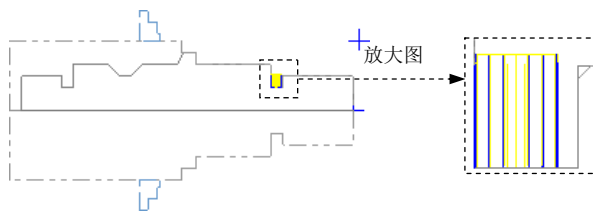

图 19.10 刀具路径
(1) 在“车床-径向粗车 属性”对话框中选择“T4848 R0.3 W4.0 OD GROOVE RIGHT - MEDIUM”刀具，双击该刀具，系统弹出“定义刀具-Machine Group-1”对话框，单击 **刀片** 选项卡，在 **刀片图形** 区域的 **E:** 文本框中输入值 20.0；单击 **刀把** 选项卡，在 **刀把图形** 区域的 **C:** 文本框中输入值 20.9；单击该对话框中的 按钮。
(2) 单击 **Coolant...** 按钮，系统弹出“Coolant...”对话框，在 **Flood**（切削液）下拉列表中选择 **On** 选项，单击该对话框中的 按钮。
(3) 在 **换刀点** 下拉列表中选择 **使用者定义** 选项，然后单击 **定义(D)** 按钮，在系统弹出的“换刀点-使用者定义”对话框的 **X:** 文本框中输入值 200.0，在 **Z:** 文本框中输入值 700.0，单击 按钮。
(4) 在“车床-径向粗车 属性”对话框中单击 **径向粗车参数** 选项卡，切换到“径向粗车参数”界面，在 **切槽上的素材:** 文本框中输入值 0.2。
(5) 在“车床-径向粗车 属性”对话框中单击 **径向精车参数** 选项卡，切换到“径向精车参数”界面，在 **转角暂停** 区域中选中 **秒数** 单选项；在 **重叠量** 区域的 **两切削间的重叠量:** 文本框中输入值 0.5；单击 **进刀(I)** 按钮，系统弹出“进刀”对话框，在 **第一个路径引入** 选项卡的 **自动计算向量** 区域选中 ☒ **自动计算进刀向量** 复选框；单击 **第二个路径引入** 选项卡，在 **自动计算向量** 区域选中 ☒ **自动计算进刀向量** 复选框；单击“进刀”对话框中的 按钮，关闭“进刀”对话框。
Step4. 在“车床-径向粗车 属性”对话框中单击 按钮，完成加工参数的设置，此时系统将自动生成图 19.10 所示的刀具路径。